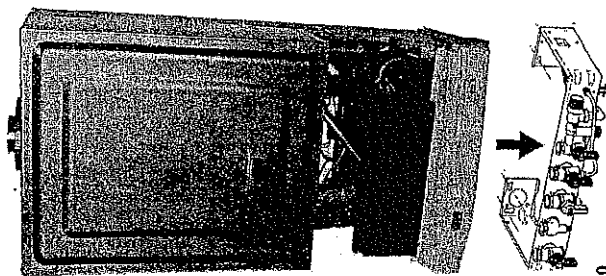

Fig. 10
- présenter la chaudière au dessus de la barrette, la laisser descendre en appui sur celle-ci (fig. 10), les pattes d'accrochage sont destinées à éviter le basculement de l'appareil